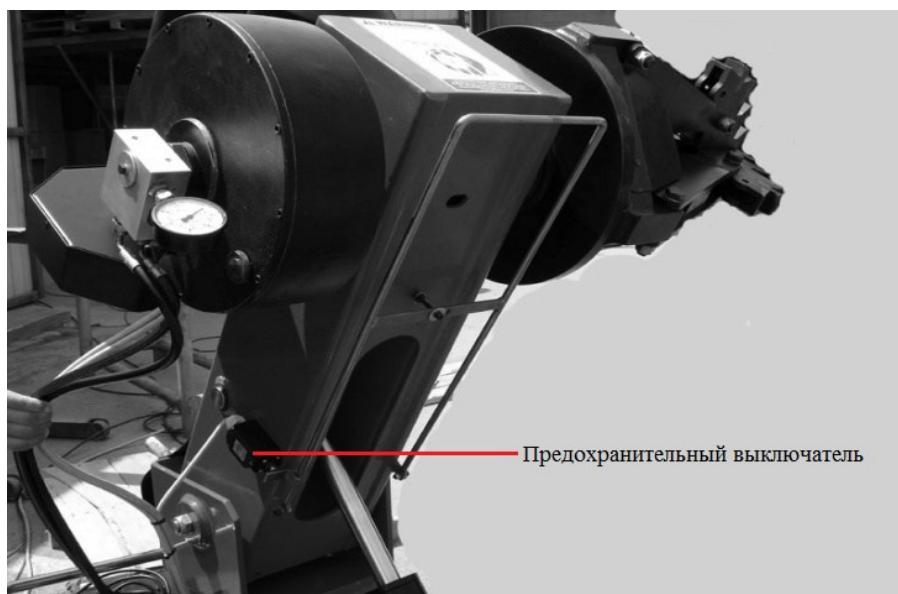

Рис. 24
3) Предохранительный выключатель (рис. 24)